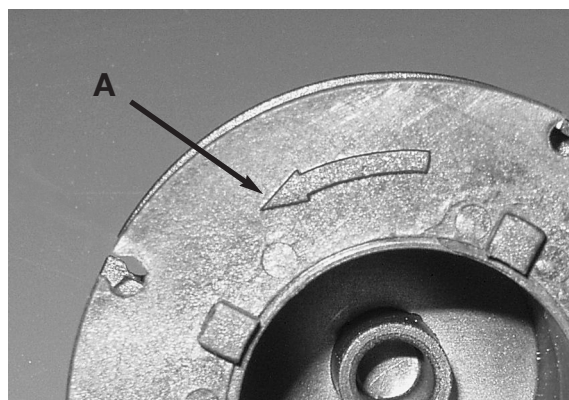
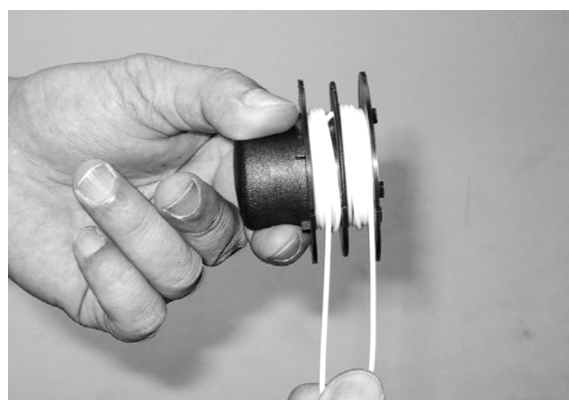

Fig. 21
Fig. 22
5. Enroulez le fil de façon serrée et propre sur la bobine. Le fil devrait s'enrouler dans le sens de la flèche (A) imprimée sur le bobine, chaque moitié étant séparée par le diviseur (Fig. 21). Continuez à enrouler et serrer jusqu'à ce que le fil reste environ 6" de longueur. (Fig. 22).